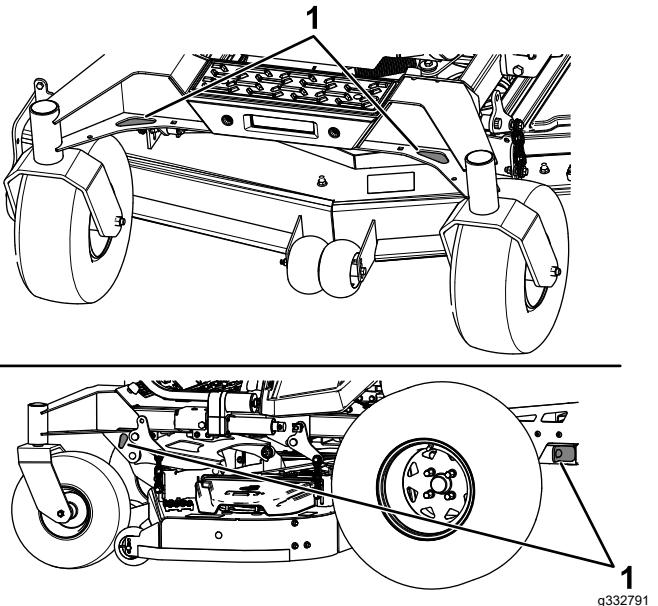

Figura 39
6. Amarre la máquina junto a las ruedas giratorias delanteras y el bastidor trasero con correas, cadenas, cables o cuerdas (Figura 39). Consulte la normativa local respecto a los requisitos de amarre.